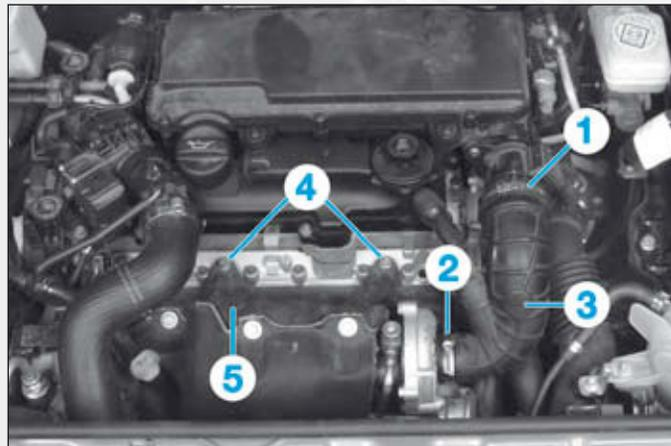

FIG.41
- les colliers (1) et (2) (Fig.41),
- le raccord entré d'air du turbocompresseur (3),